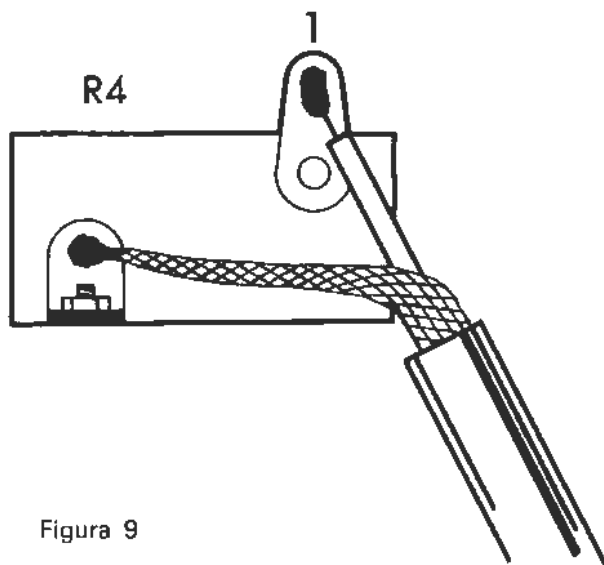

Figura 9
- El conductor central del otro extremo del cable blindado suéldelo al terminal 1 de la regleta R4, y el blindaje (malla), en el orificio central de la misma, donde tiene sujeta la escuadra de fijación atornillada en el chasis. Figura 9.